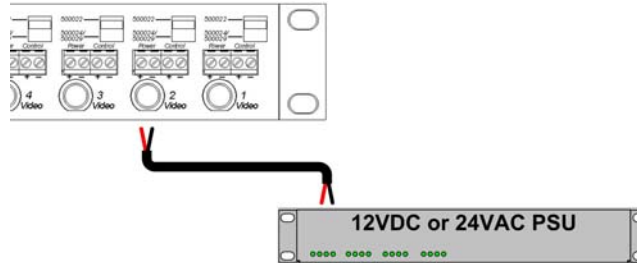

Figure 8: Connexion de l'alimentation à distance
7. Connectez un câble coaxial entre chaque port de sortie vidéo sur le concentrateur et l'entrée vidéo DVR (fig 8).
8. Pour la transmission de l'alimentation à distance à la caméra, vérifiez que la distance entre la caméra et le concentrateur corresponde aux caractéristiques MuxLab. Veuillez consulter les tableaux de distances au dos du guide d'installation. Il faut deux (2) paires torsadées pour l'alimentation à distance lorsque le commutateur de Port est réglé en mode Pass-Thru (500022). Il faut trois (3) paires torsadées pour de plus importantes distances d'alimentation à distance lorsque le commutateur de Port est réglé en mode Power-Thru (500024/500029).
- Connectez deux (2) câbles entre les bornes d'alimentation du concentrateur et la source d'alimentation à distance de faible voltage (Figure 8). **Il est recommandé d'utiliser une source d'alimentation de Classe II avec protection par fusibles à chaque port de sortie.**